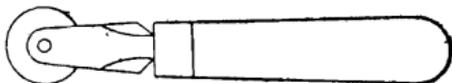

Fig. 407.
**Molette.** — La molette (fig. 407) est un disque façonné selon les besoins ; en acier taillé sur